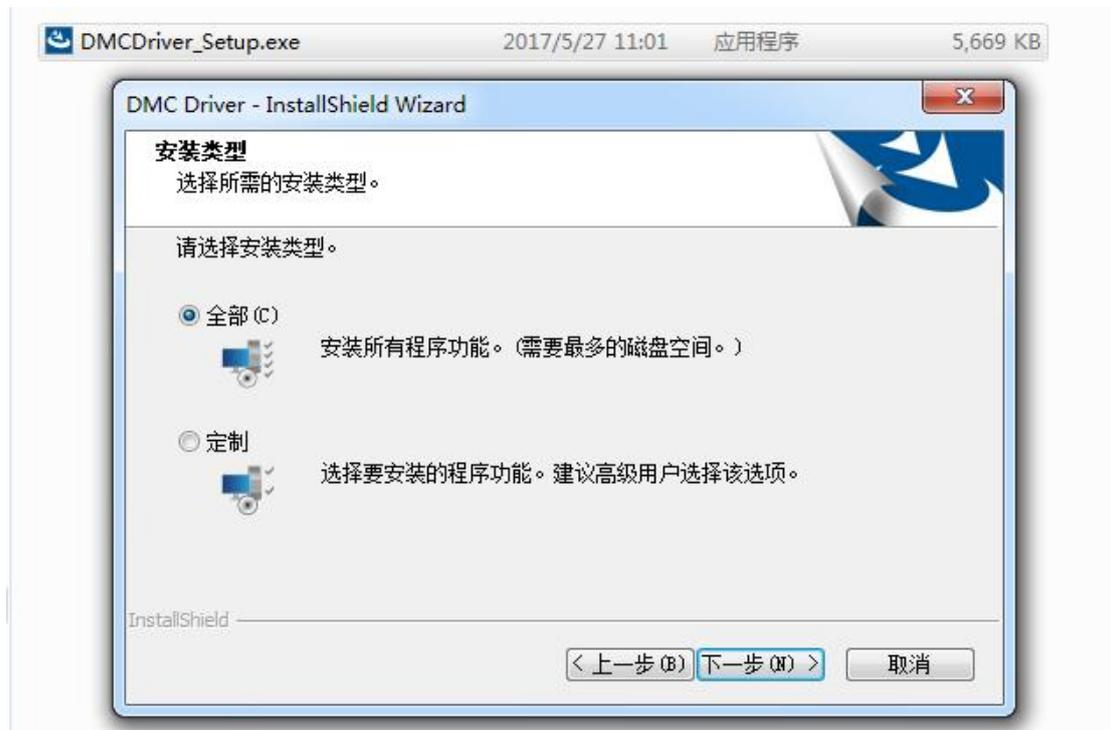

图 4 安装类型选择
3、如图 4 所示，请选择“全部”，然后点击“下一步”继续安装。